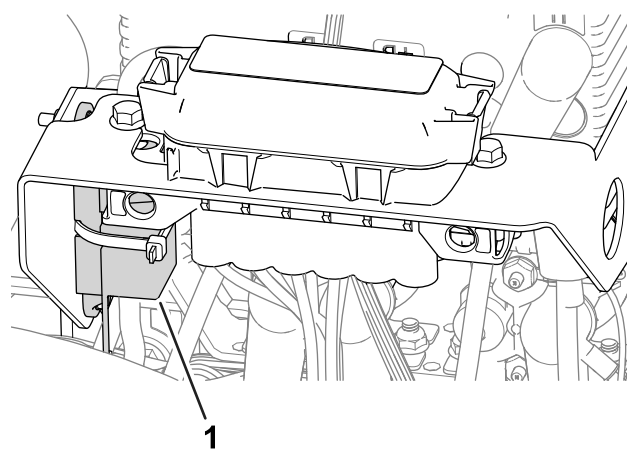

Figure 59
- Le fusible du moteur de roue gauche (60 A) est situé sous le couvercle, sur le côté gauche de la machine, près des fusibles du circuit de commande des cylindres (Figure 59).